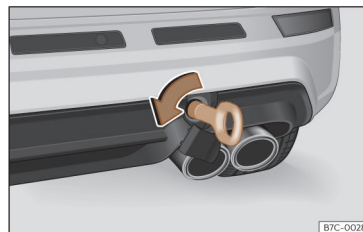

Fig. 190 Du côté droit du pare-chocs arrière : œillet de remorquage vissé.
- Vissez l'œillet de remorquage dans le logement en le faisant tourner au maximum **dans le sens inverse des aiguilles d'une montre** >>> fig. 190, >>> ①. Utilisez un objet approprié pour visser fermement et entièrement l'œillet de remorquage dans son logement.